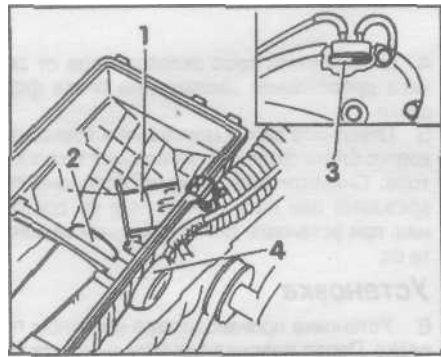

Рис. 4.4. Компоненты подогревателя входного воздуха в корпусе воздухоочистителя
- 4 Чтобы проверить правильность работы терморегулятора, отсоедините от него два шланга (см. рис. 4.4]. соедините их вместе друг с другом. После этого проверьте, не остается ли закрытым канал подачи теплого воздуха. Если это так, то вакуумный узел неисправен. Если заслонка закрывает канал холодного воздуха, терморегулятор неисправен и требует замены.